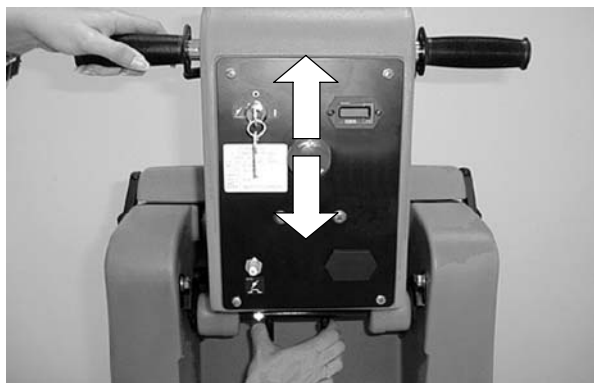

图 8
1. 找到控制台下面的两个弹簧柄。（图8）
2. 同时压两个杆，升高或放低把手到舒服的操作高度。（图8）